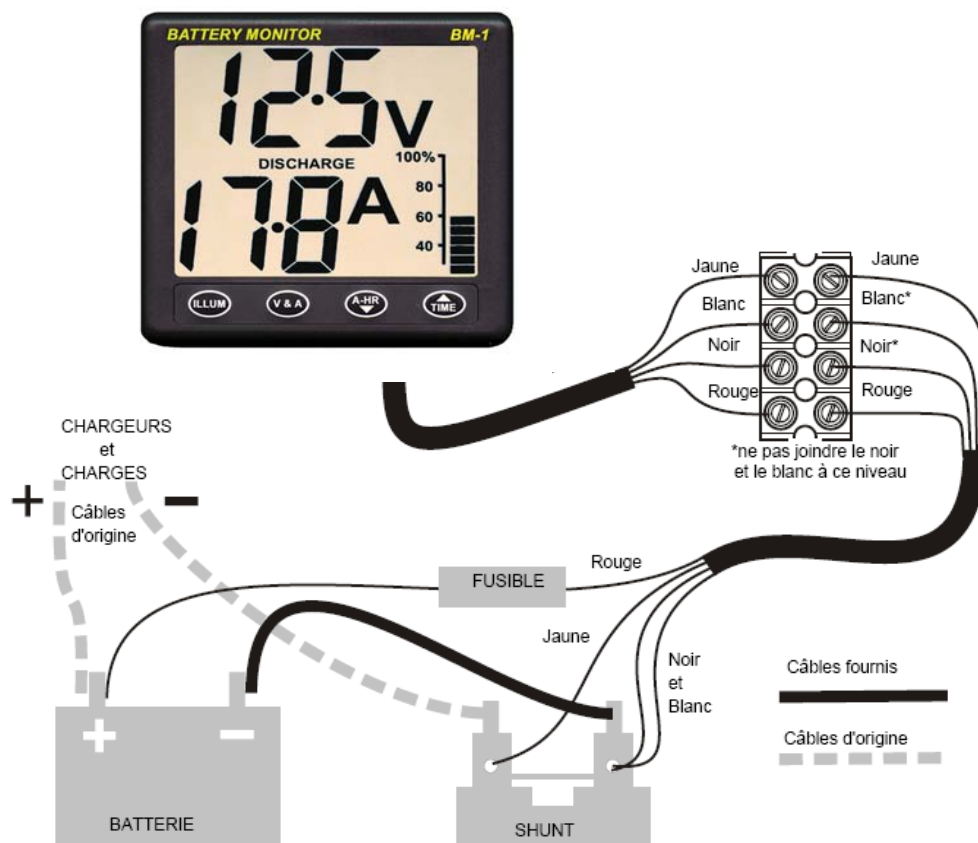

Figure 1 : Plan de câblage batteries de service
- 9- Démontez la borne NEGATIVE de la batterie et reliez-la au shunt (voir figure 1)
- 10- Connectez les câbles noir et blanc puis le câble jaune au shunt (voir figure 1)
- 11- Connectez le câble (court et noir) au shunt et à la borne NEGATIVE de la batterie (voir figure 1). Assurez-vous que le shunt est placé bien au sec et loin de tout autre contact électrique potentiel. Notez que le shunt peut devenir chaud lors du passage de courant.